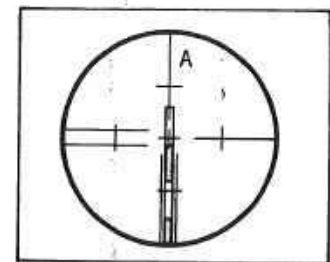

図20
4) 目標Aを視野に入れ、下部固定つまみ⑬を締め、下部微動つまみ⑭で目標Aを視準します。(図20)